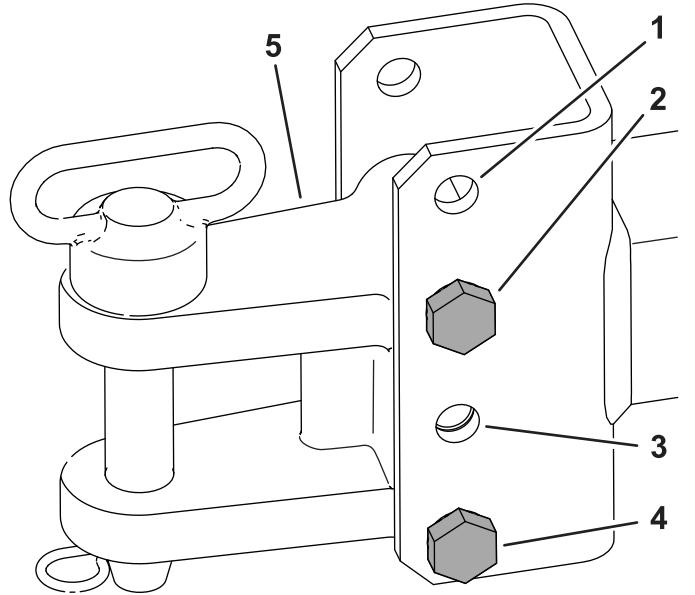

Figura 7
2. Regolate l'attacco del telaio di trasferimento verso l'alto o verso il basso a seconda della misura dell'attacco della macchina. Utilizzare i fori di montaggio appropriati come illustrato nella tabella qui di seguito e nella Figura 7.